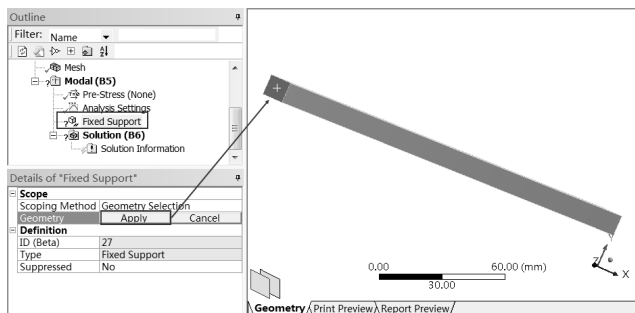

图 10-23 施加固定约束
Step3：单击工具栏中的 （选择面）按钮，然后选择工具栏 按钮中的 ，使其变成 （框选择）按钮，选择 Fixed Support 选项，选择实体单元的一端（位于 Z 轴最大值的一端），确保 Details of “Fixed Support” 面板 Geometry 栏中出现 1Face，表明端面被选中，即可在选中面上施加固定约束，如图 10-23 所示。